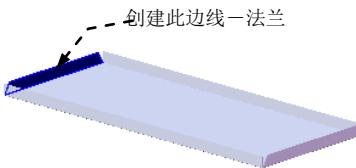

图 17.7.56 创建边线—法兰 4
Step5. 参照上一步的方法创建图 17.7.56 所示的另一侧的边线法兰 4。